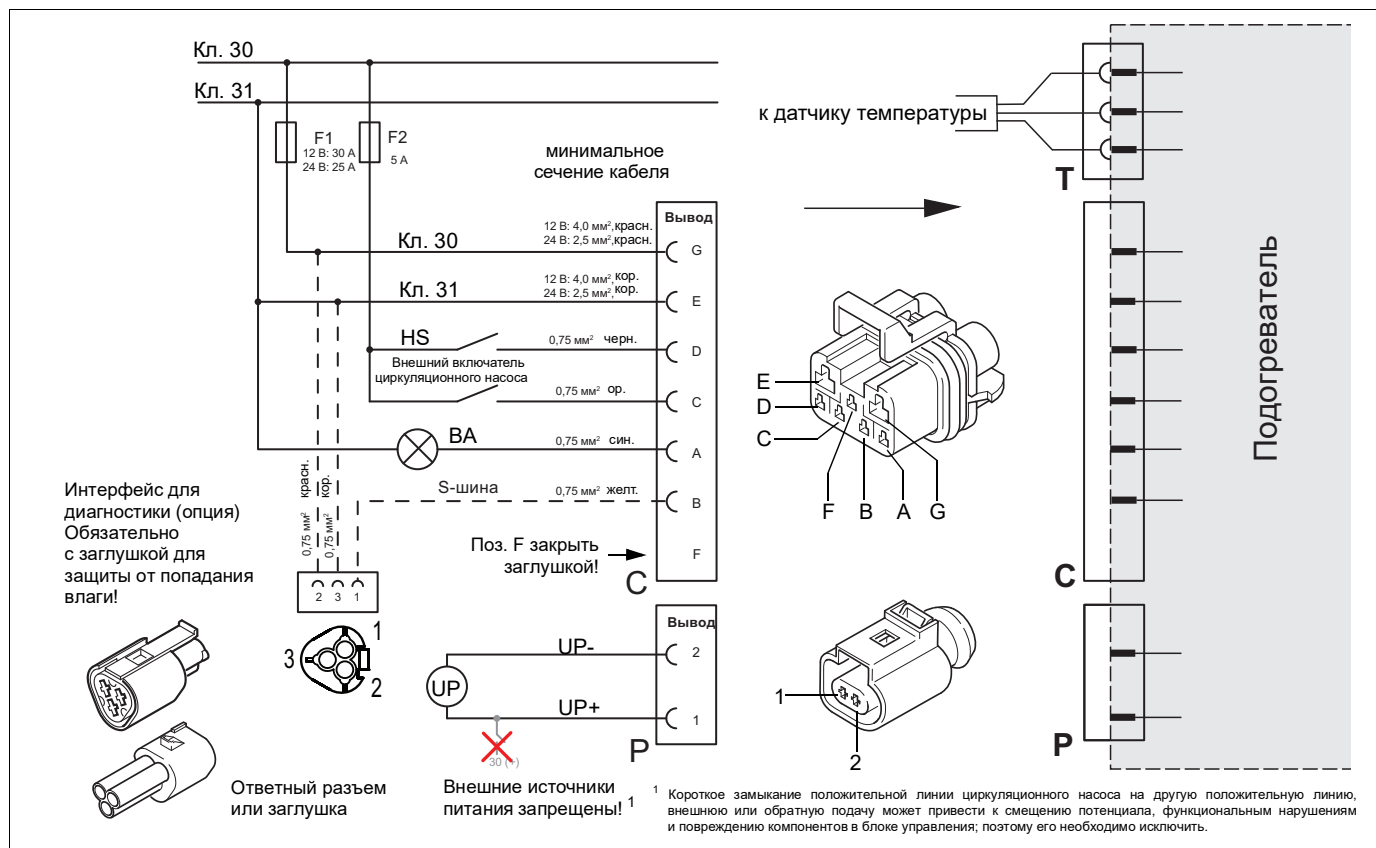

Рисунок 9: Монтажная схема подогревателя Thermo E+ с выключателем, легенду см. на стр. 19
Электроподключение подогревателя выполняется согласно монтажной схеме, рис. 9. Интерфейсы располагаются с внешней стороны блока управления.
- Подключение циркуляционного насоса (см. рис. 9) Короткое замыкание положительной линии насоса на другую положительную линию, внешнюю или обратную подачу может привести к смещению потенциала, функциональным нарушениям и повреждению компонентов в блоке управления, поэтому его необходимо исключить.
При длине кабеля транспортного средства до 7,5 м необходимо использовать кабели, сечение которых не меньше указанного на рис. 9. Если длина кабеля транспортного средства составляет от 7,5 до 15 м, сечение кабеля в транспортном средстве должно быть больше. Следует использовать кабели с сечением не менее указанных в таблице значений. При этом необходимо учитывать, что сечение кабеля подогревателя не должно превышать 1 мм2. Для кабелей большей длины следует уменьшить сечение кабеля перед подогревателем. общепринятые электротехнические правила применяются в первую очередь.
Для подключения с целью диагностики можно заказать дополнительный адаптерный кабельный жгут (11123550\_). Либо же заказчик сам может выполнить подключение, как показано на рис. 9.
### 10.6. Монтажная схема (см. рис. 9)
Для подключения диагностики Термо Тест (ДТТ) либо заглушка (см. рис. 9):